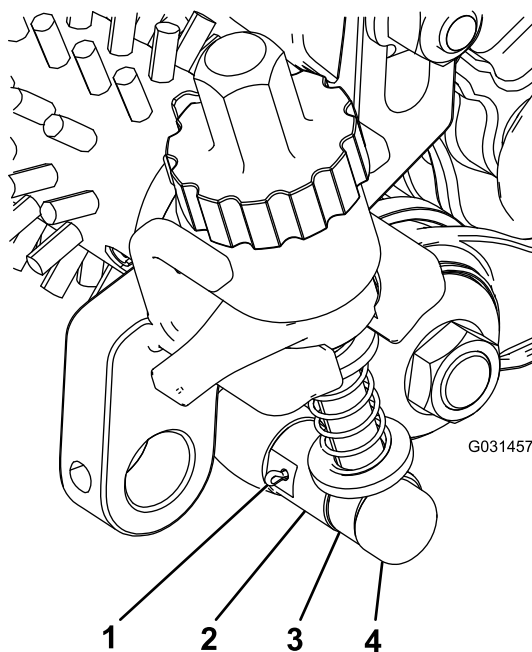

Figura 20
4. Alinee la varilla del conjunto del brazo de regulador cerca del conjunto de la polea tensora con el collar del regulador en el conjunto de polea tensora y fijela con un pasador de regulador y una chaveta (Figura 20).